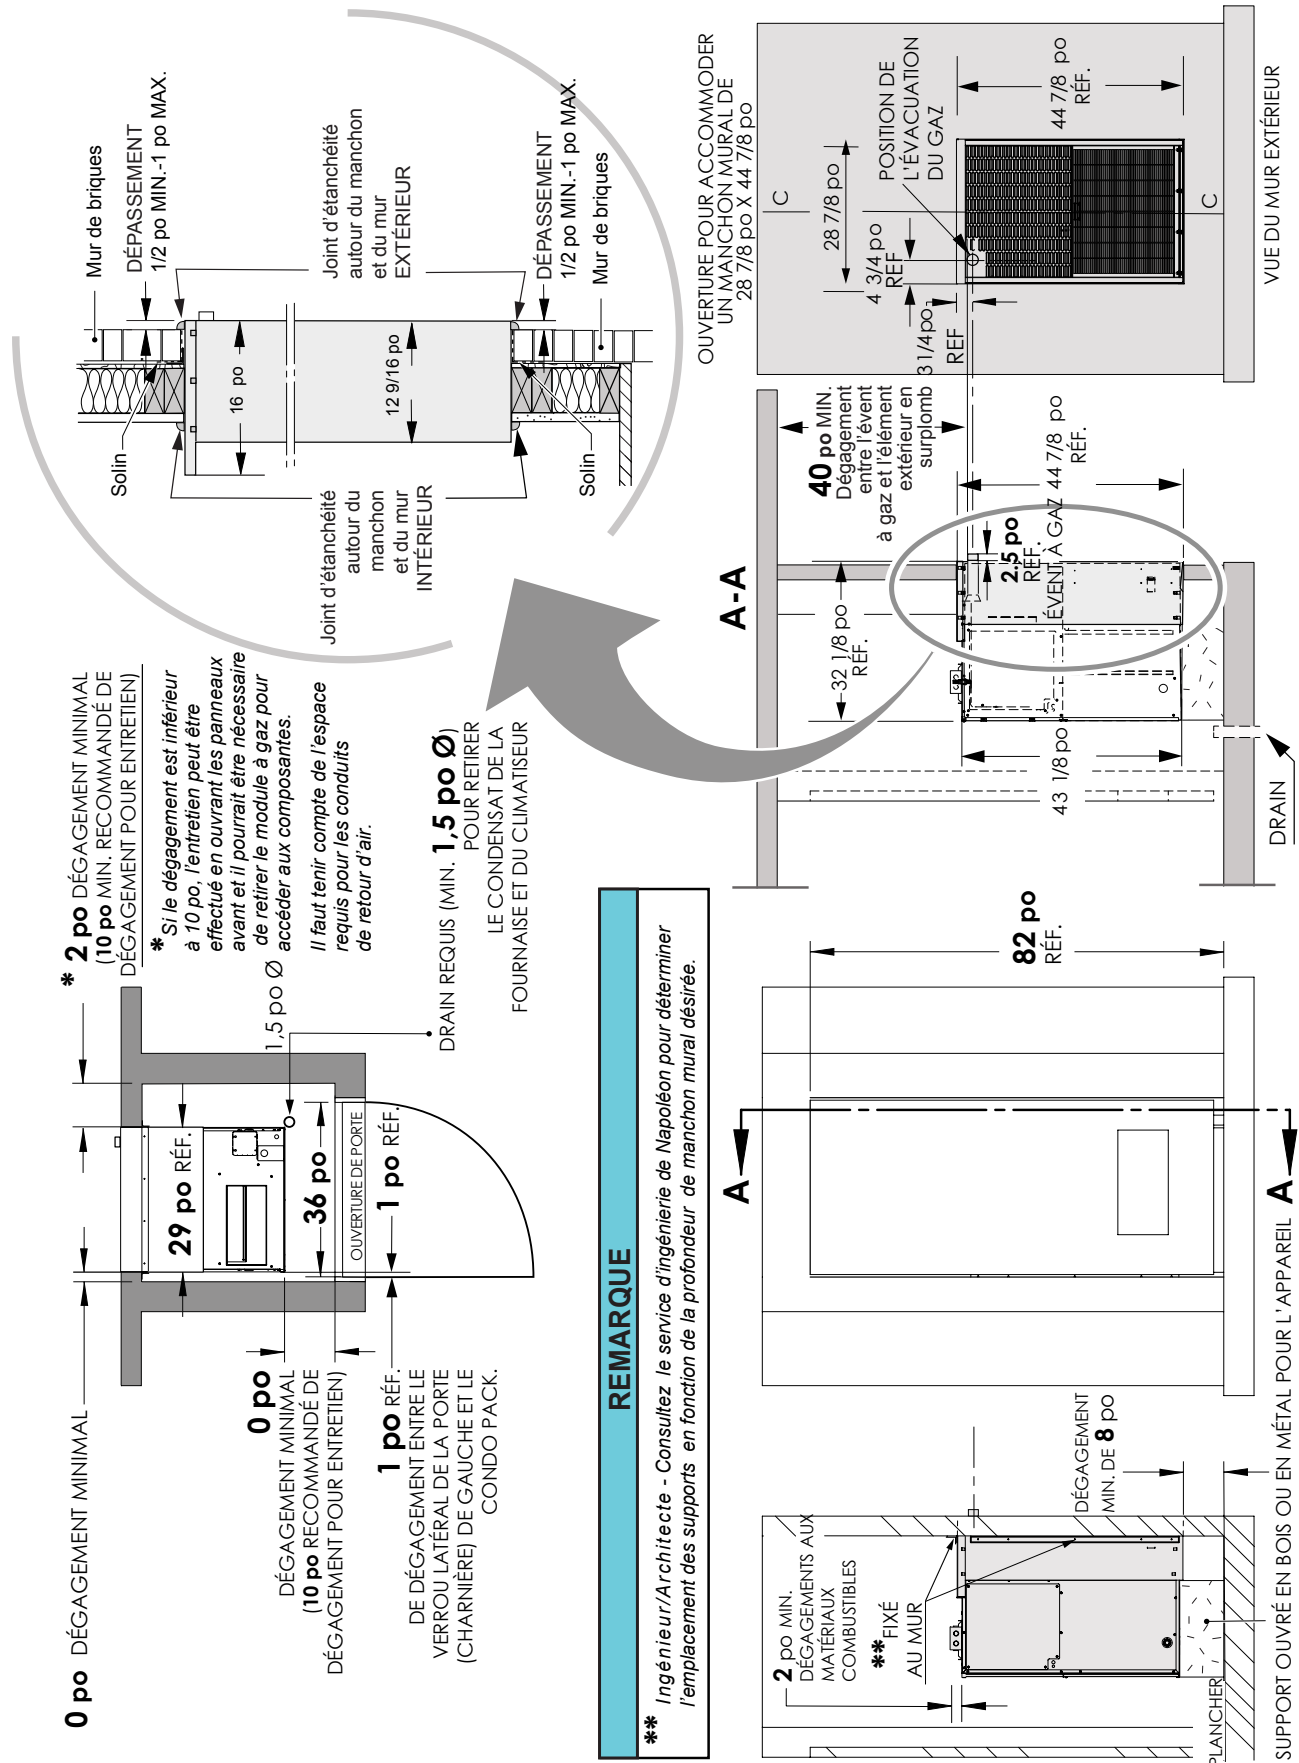

FIG. 4.2.2.
- Ne pas installer directement sur le tapis, le carrelage, ou autre matériau combustible autre qu'un plancher de bois. Le côté grillagé de l'appareil doit dépasser la face de l'immeuble d'au moins ½ po, mais pas plus de 1 po et ne doit être entravé par aucun objet. Reportez-vous à la FIG. 4.2.2.